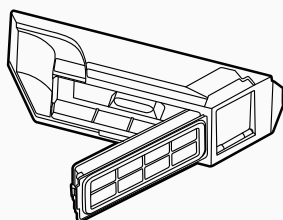

fig. 9
3. Détachez le filtre de la boîte à poussière du loquet du filtre de la boîte à poussière et videz la boîte à poussière. [fig. 9]